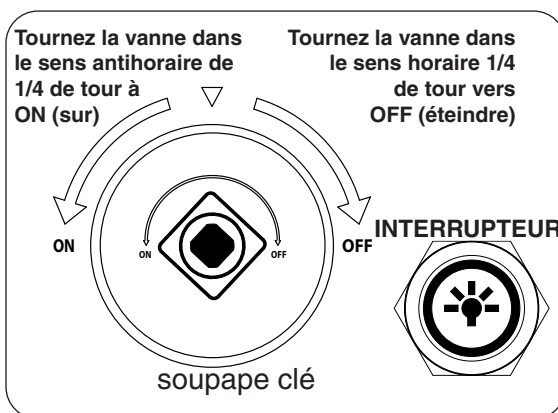

Fig. 48-2
4. **Une fois que le match est en feu et en position**, tournez la vanne clé sens anti-horaire d'un tour à la position **ON (sur)** 1/4 (voir Fig. 48-2). Votre brûleur devrait s'allumer.
Pour éteindre votre brûleur à gaz, tournez la soupape clé vers la droite d'une tour à la position **OFF (éteindre)** 1/4 (voir Fig. 48-2). Assurez-vous que la vanne clé est tournée entièrement au large pour éviter toute fuite de gaz.
1. Appuyez sur l'interrupteur pour allumer les lumières. Le commutateur d'éclairage s'allumera lorsqu'il est allumé. Voir Fig. 48-2.